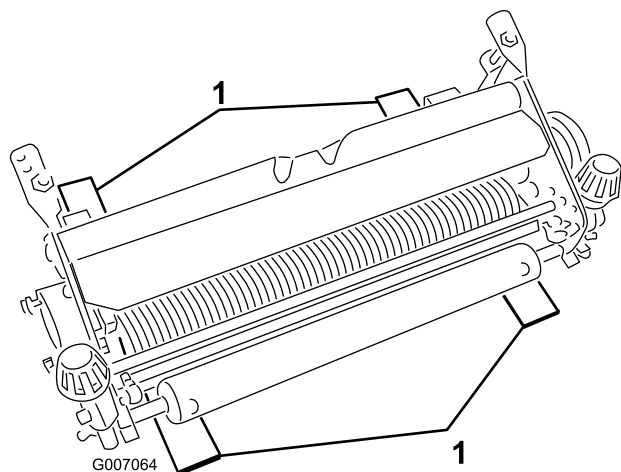

図 3
2. 希望する深さ（刃が地面に食い込む深さ）と同じ厚さのゲージバーを全部で4枚用意し、ユニットの左右で前ローラおよび後ホイールの下にあてがう（図 3）。